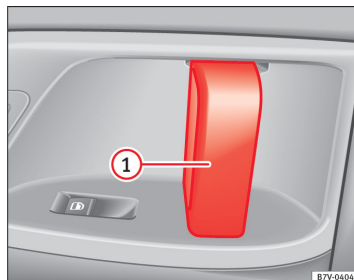

Fig. 49 I skydedøren: dørhåndtag ①
Åbning af skydedør indefra	Træk i det indvendige dørhåndtag ⇒ Fig. 49 ①, mens skydedøren er låst op, og skub skydedøren helt til siden.